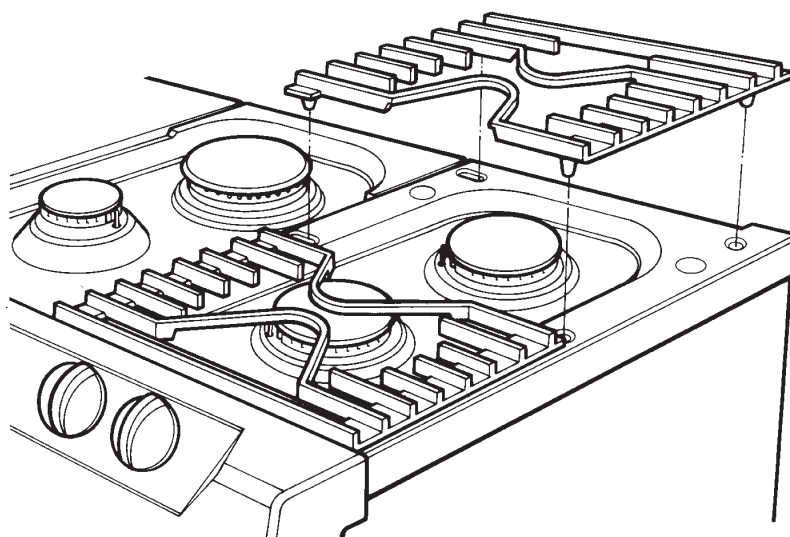

Fig. 21
2. Enlevez les supports de plats et les couvercles des brûleurs (voir Fig. 21).
3. Enlevez les vis de fixation du brûleur (14) et les vis de fixation de la table de cuisson (8).
4. Enlevez les bagues de fixation du brûleur (6).